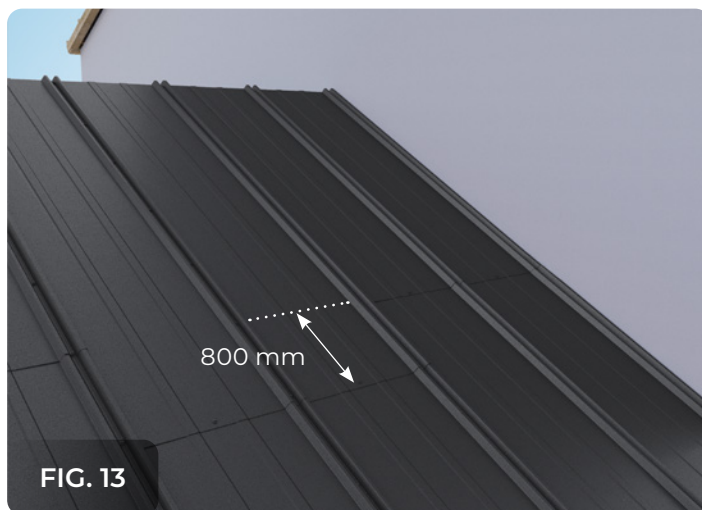

FIG. 13
- La fel ca în cazul panourilor de la streășină, acestea se aliniază cu panourile anterioare și se vor fixa de șipcă cu șuruburi autoforante cu garnitură 4,8x35, în zona de suprapunere, în fiecare spațiu dintre cute, iar în partea inferioară a panoului, în zona dintre cele două cute mici - fig. 12. (vezi observațiile de la montaj panouri RETRO DUO). Intercalarea se face la 800 mm, vezi marcaj - fig. 13.